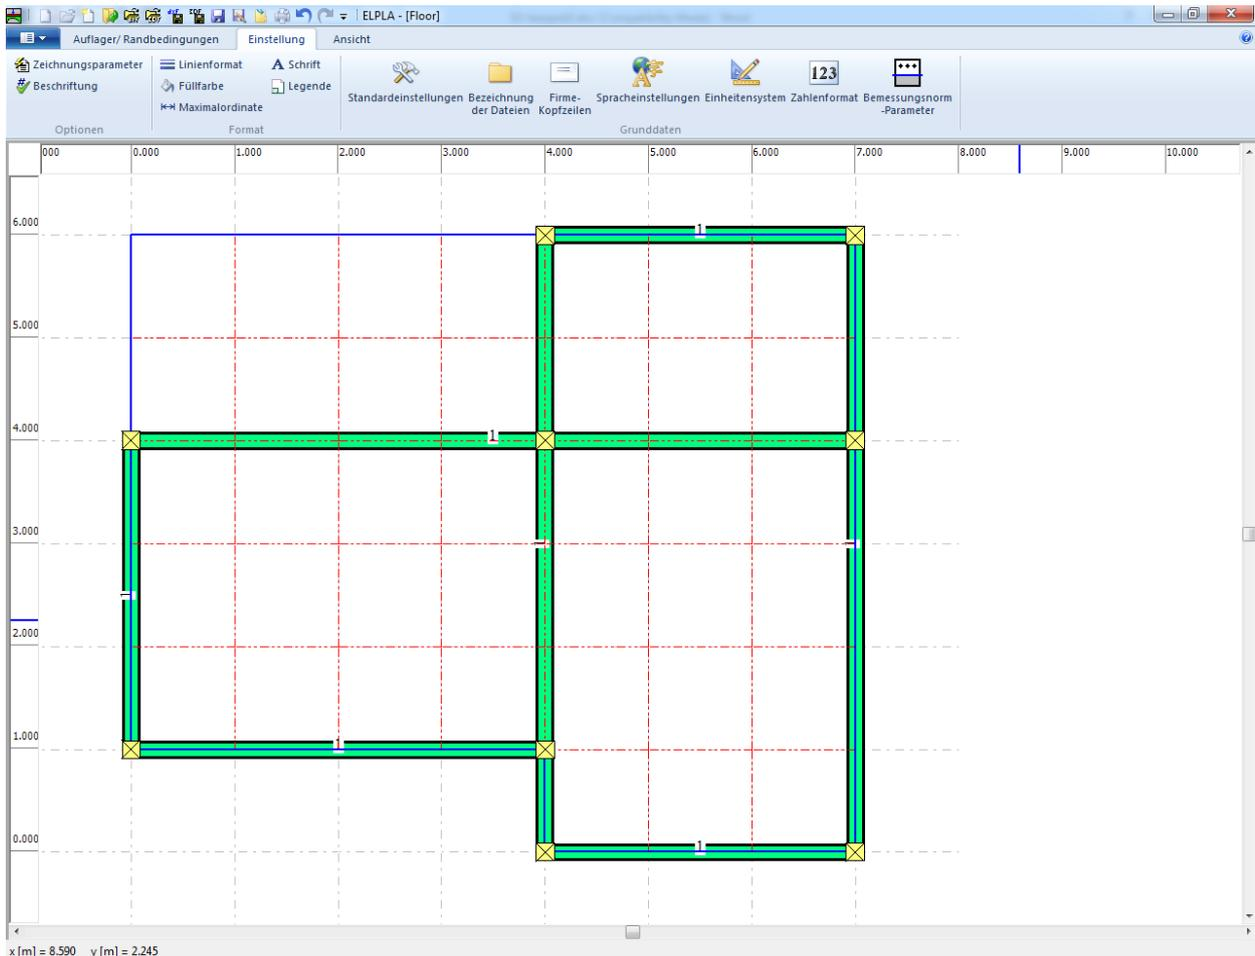

Bild 2.25 9 Auflager auf dem Bildschirm
Nach der Definition der Auflager sollte der Bildschirm wie das folgende Bild 2.25 aussehen.
- Wählen Sie "Speichern" aus dem "Datei"-Menü im Bild 2.25, um die Daten der Auflager zu speichern
- Wählen Sie "Schließen" aus dem "Datei"-Menü im Bild 2.25, um das Fenster " Auflager/ Randbedingungen "zu schließen und zum Hauptfenster des Programms *ELPLA* zurückzukehren